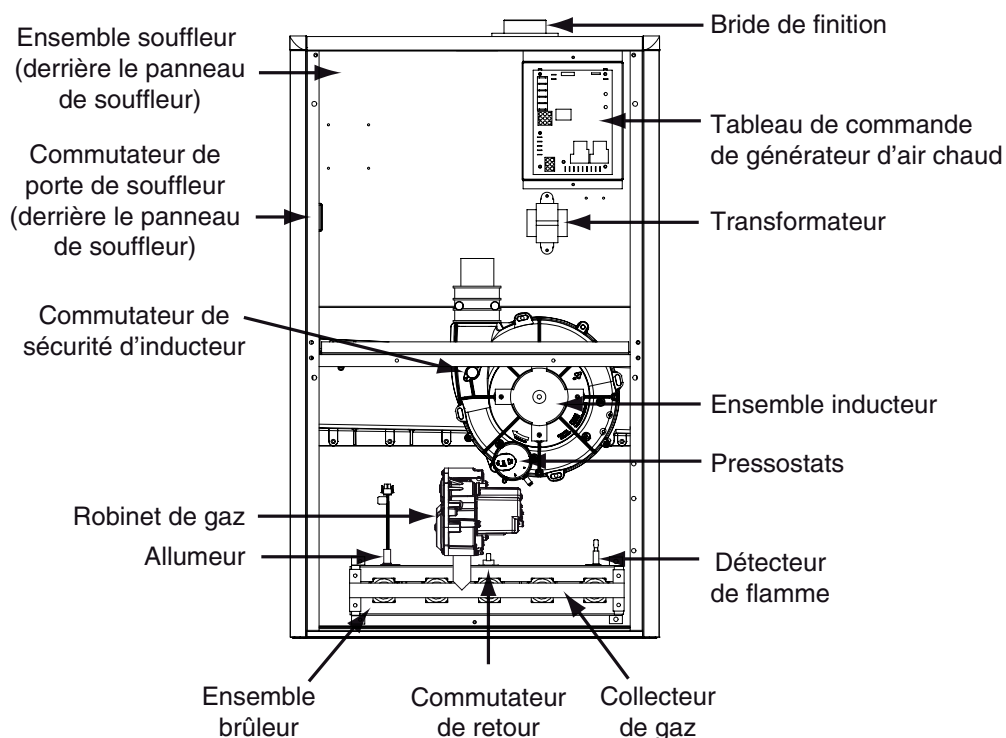

Figure 44. Emplacement des composants pour modèles *SL et *SM
- Si le souffleur d'inducteur fonctionne et que les éléments ci-dessus ont été vérifiés, vérifier le commutateur de sécurité du souffleur et le réenclencher au besoin. Consulter la Figure 43 (page 48) ou Figure 44 (page 49) pour l'emplacement des composants.
Les descriptions ci-dessous sont celles de différents composants fonctionnels qui ont une incidence sur le fonctionnement et l'arrêt de ce générateur d'air chaud. Certains de ces composants et leur emplacement sont montrés à la Figure 43 (page 48) ou Figure 44 (page 49). S'il faut remplacer l'un des composants du générateur d'air chaud, utiliser uniquement des pièces de remplacement homologuées par le fabricant, indiquées dans la liste de pièces de remplacement fournie en ligne.